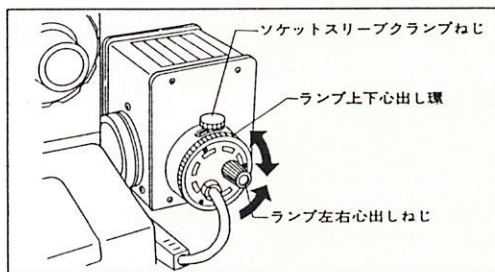
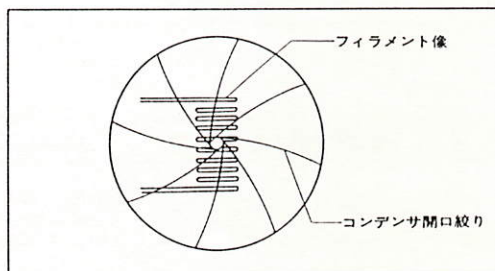

図 6
図 7
- 7) 図6のソケットスリーブクランプねじを緩めてから、ランプ左右心出しねじとランプ上下心出し環を操作して、図7のようにフィラメントの心出しをします。